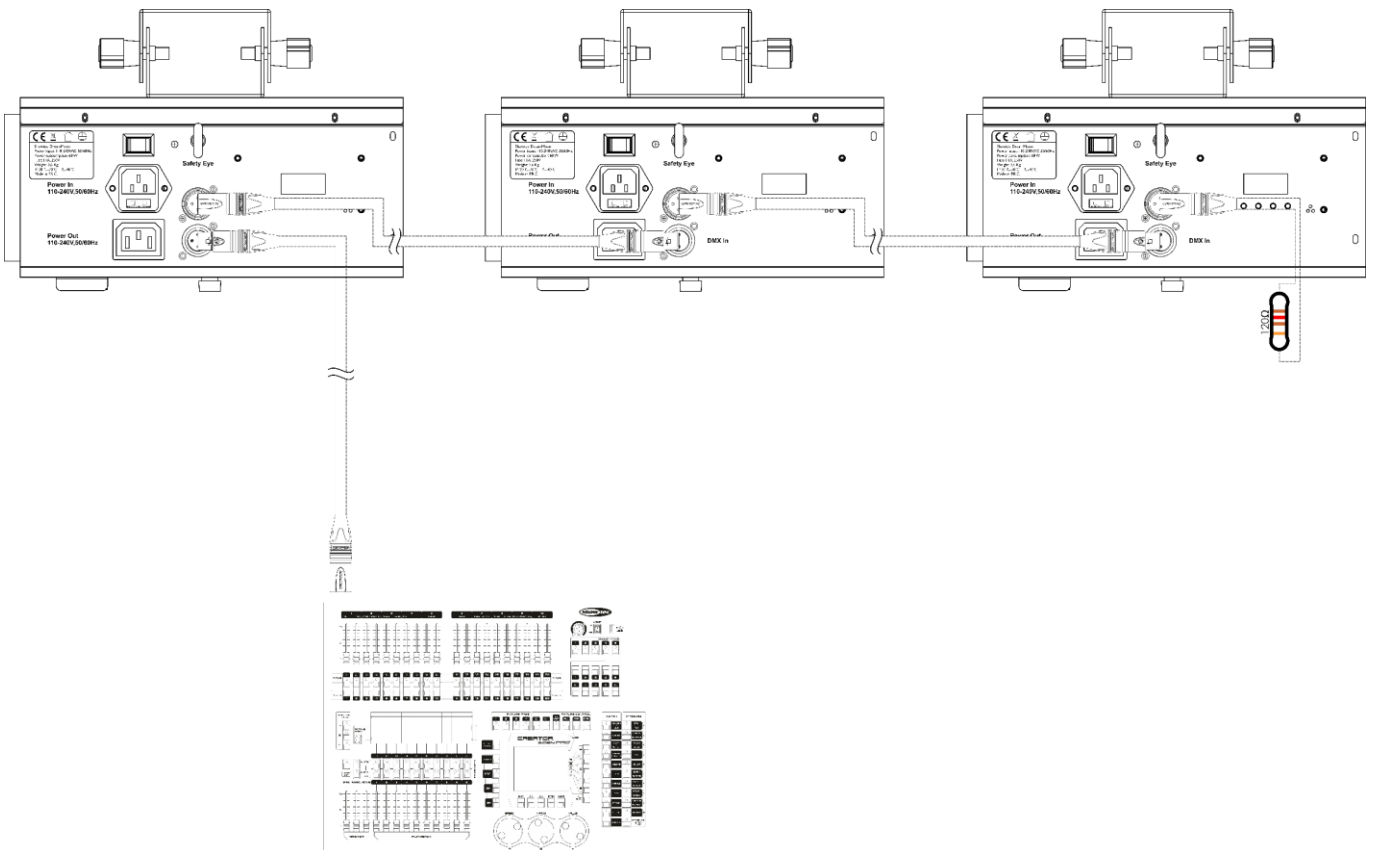

Fig. 05
- 04) Conecte las unidades entre ellas como se indica en la Fig. 05. Conecte un cable de señal DMX que vaya desde el conector DMX OUT (salida) de la primera unidad al conector DMX In (entrada) de la segunda unidad. Repita este proceso para interconectar las unidades segunda y tercera.